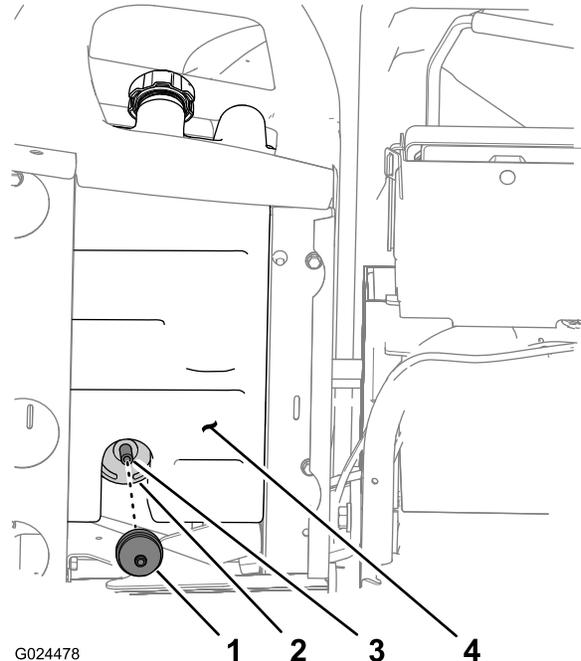

Bild 40
1. Entfernen Sie das gezahnte Anschlussstück des Aktivkohlefilters von der Leitung unten am Aktivkohlefilter und nehmen Sie den Filter ab (Bild 40).